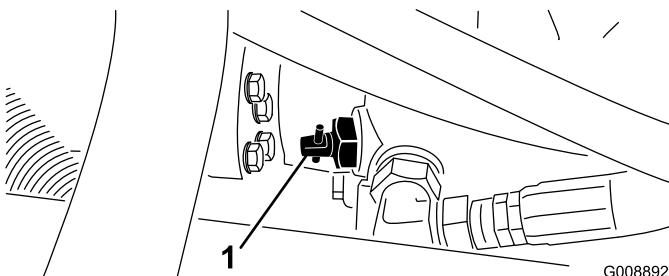

Figura 44
1. Localize a válvula de derivação na bomba (Figura 44) e rode-a 90°.